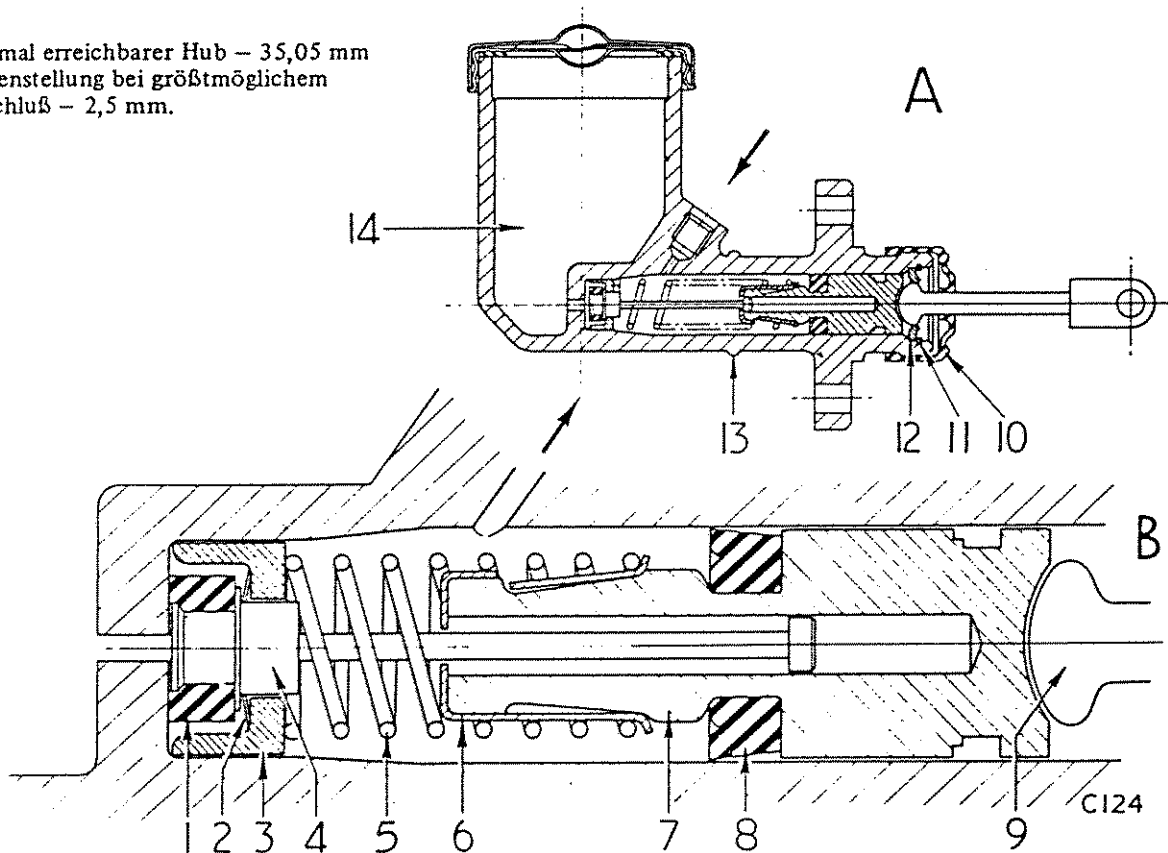

Abb.4 Schnitt durch den Kupplungshauptzylinder
Kupplungshauptzylinder (Abb.4 und 5) Ausbau
1. Die Dichtungen (1) und (8) wieder, wie in Abb. 4 gezeigt an den Teilen (4) und (7) anbringen.
2. Die beiden Federn (2) und (5) und das Abstandsstück (3) am Ventilschaft anbringen, den Federteller (6) aufsetzen und die ganze Montagegruppe am Kolben befestigen. Die einzelnen Bestandteile mit reiner Bremsflüssigkeit schmieren und in die Hauptzylinderbohrung einsetzen. Schubstange (9) mit Auflage (12), Sprengring (11) und Staubschutz (10) einbauen.